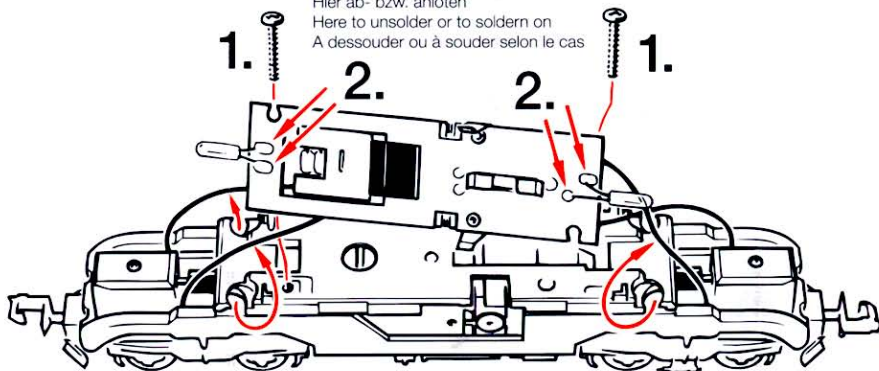

Fig. 6
1. Reinigung der Radstromkontakte: Radstromkontakte können auf unsauberen Schienen leicht verschmutzen. Bitte **entfernen Sie vorsichtig** mit einem kleinen Pinsel **den Schmutz** an den in Fig. 6 gekennzeichneten Stellen. Dazu zuerst das Lokgehäuse abnehmen (Fig. 2).
1. Cleaning of wheel contacts: Wheel contacts easily get dirty on tracks which are not entirely clean. Use a small brush to **remove dirt** from spots marked in fig. 6. Prior to cleaning remove loco body (fig. 2).
1. Nettoyage des lames de contact aux roues: Les lames de contact risquent de s'encrasser rapidement sur des voies poussiéreuses. Veuillez **enlever la poussière** aux endroits marqués à la fig. 6 à l'aide d'un petit pinceau souple après avoir démonté le couvercle d'engrenage (fig. 2).